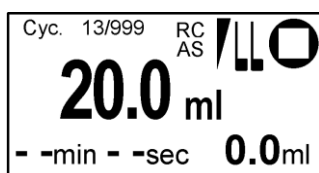

Fig. 45: Affichage principal
- ➔ L'affichage principal apparaît (voir Fig. 45)